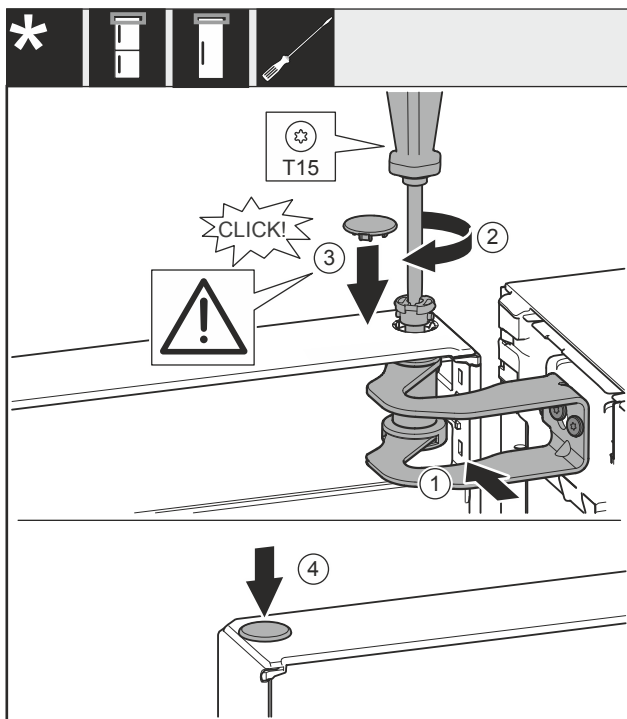

Fig. 54
- Niveloni derën për hapjen e saj në bazamentin mbështetës Fig. 54 (1).
- Futni bulonin Fig. 54 (2) dhe mbërthejeni me një kaçavidë.
- Vendosni kapakun mbulues Fig. 54 (3).
- Kontrolloni nëse kapaku mbulues Fig. 54 (3) qëndron mbi derë.
- Vendosni kapakun mbulues Fig. 54 (4).